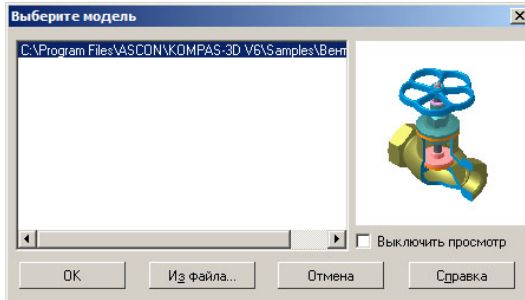

Рисунок 9.13 - Диалоговое окно "Выберите модель"
- клацніть мишею на "Компактной панели" по кнопці-перемикачу "Редактирование сборки", а потім у правій її частині – по кнопці "Добавить из файла". З'явиться діалогове вікно "Выберите модель" рис. 9.13;